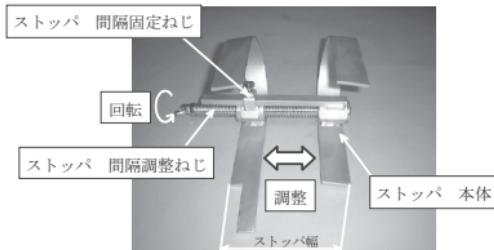
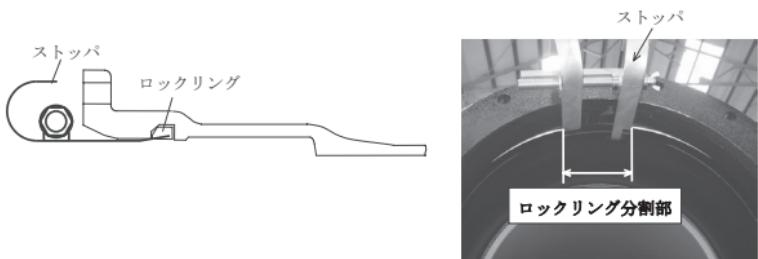

図7 ストッパの概要
図8 ストップアの装着
(3) 図7に示すように、ストッパはストッパ間隔調整ねじによりストッパ幅を調整することができる。図8に示すようにストッパをロックリング分割部にストッパ幅を調整して装着し、ロックリング拡大器具を取り外す。